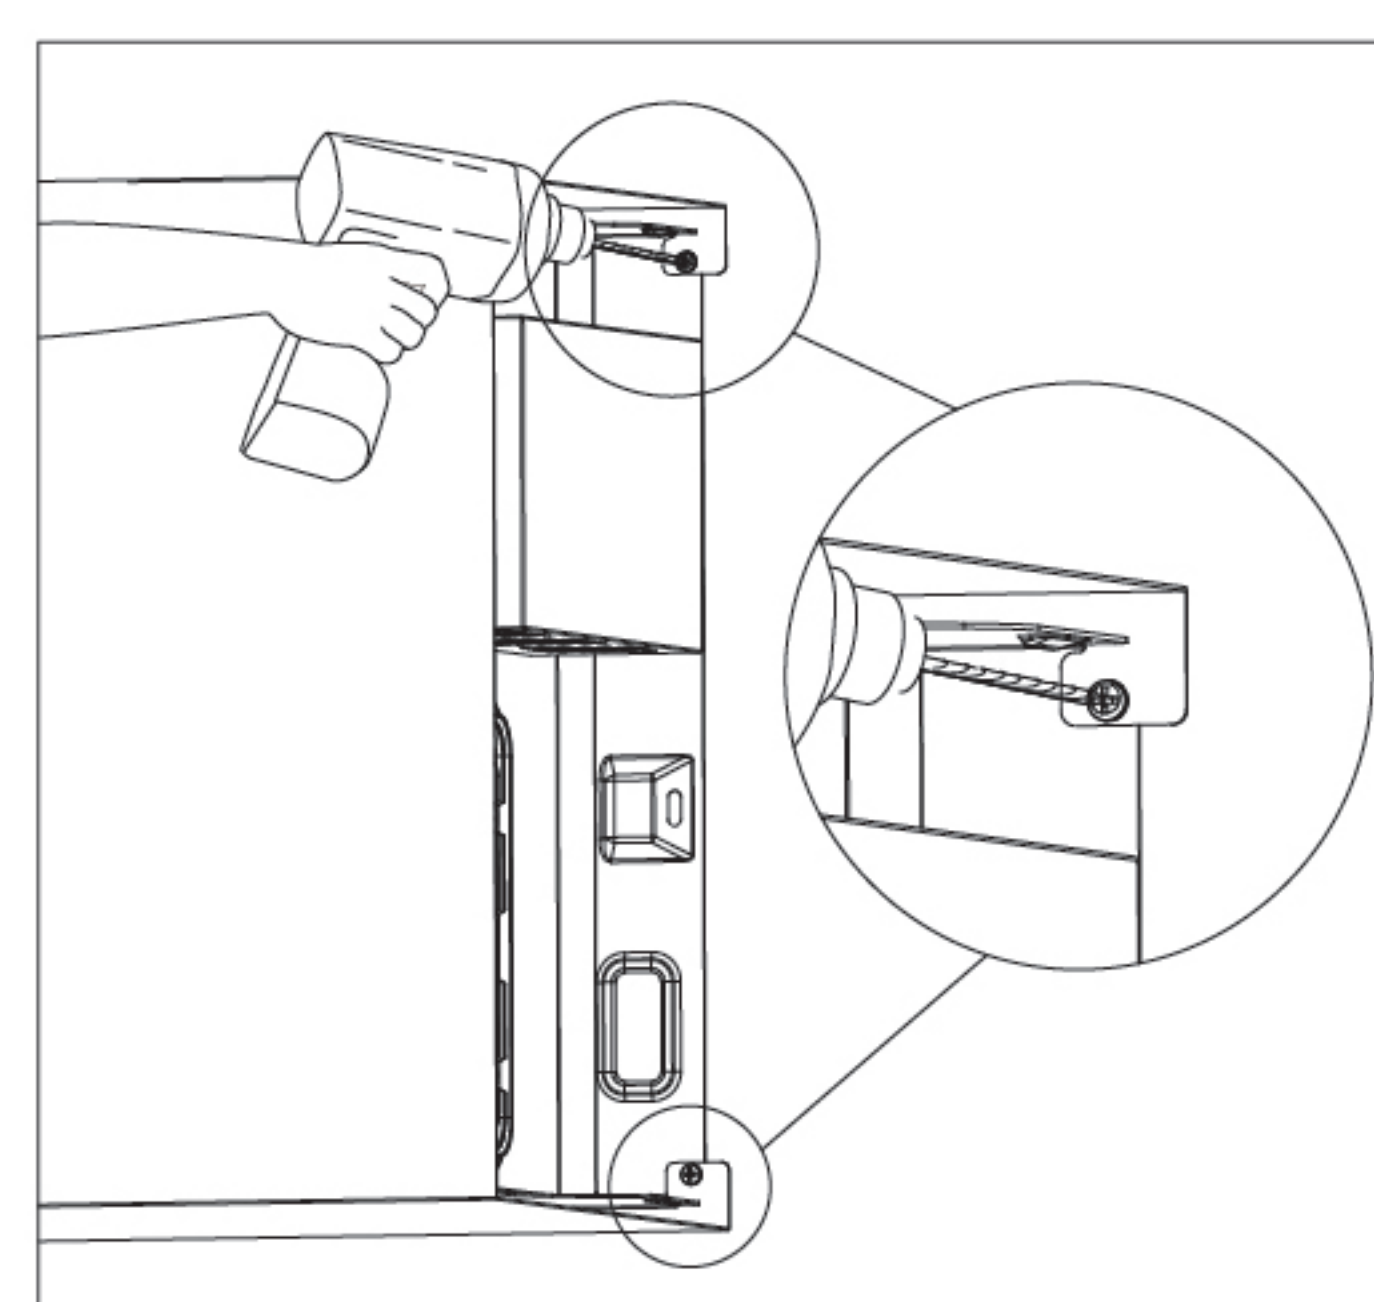
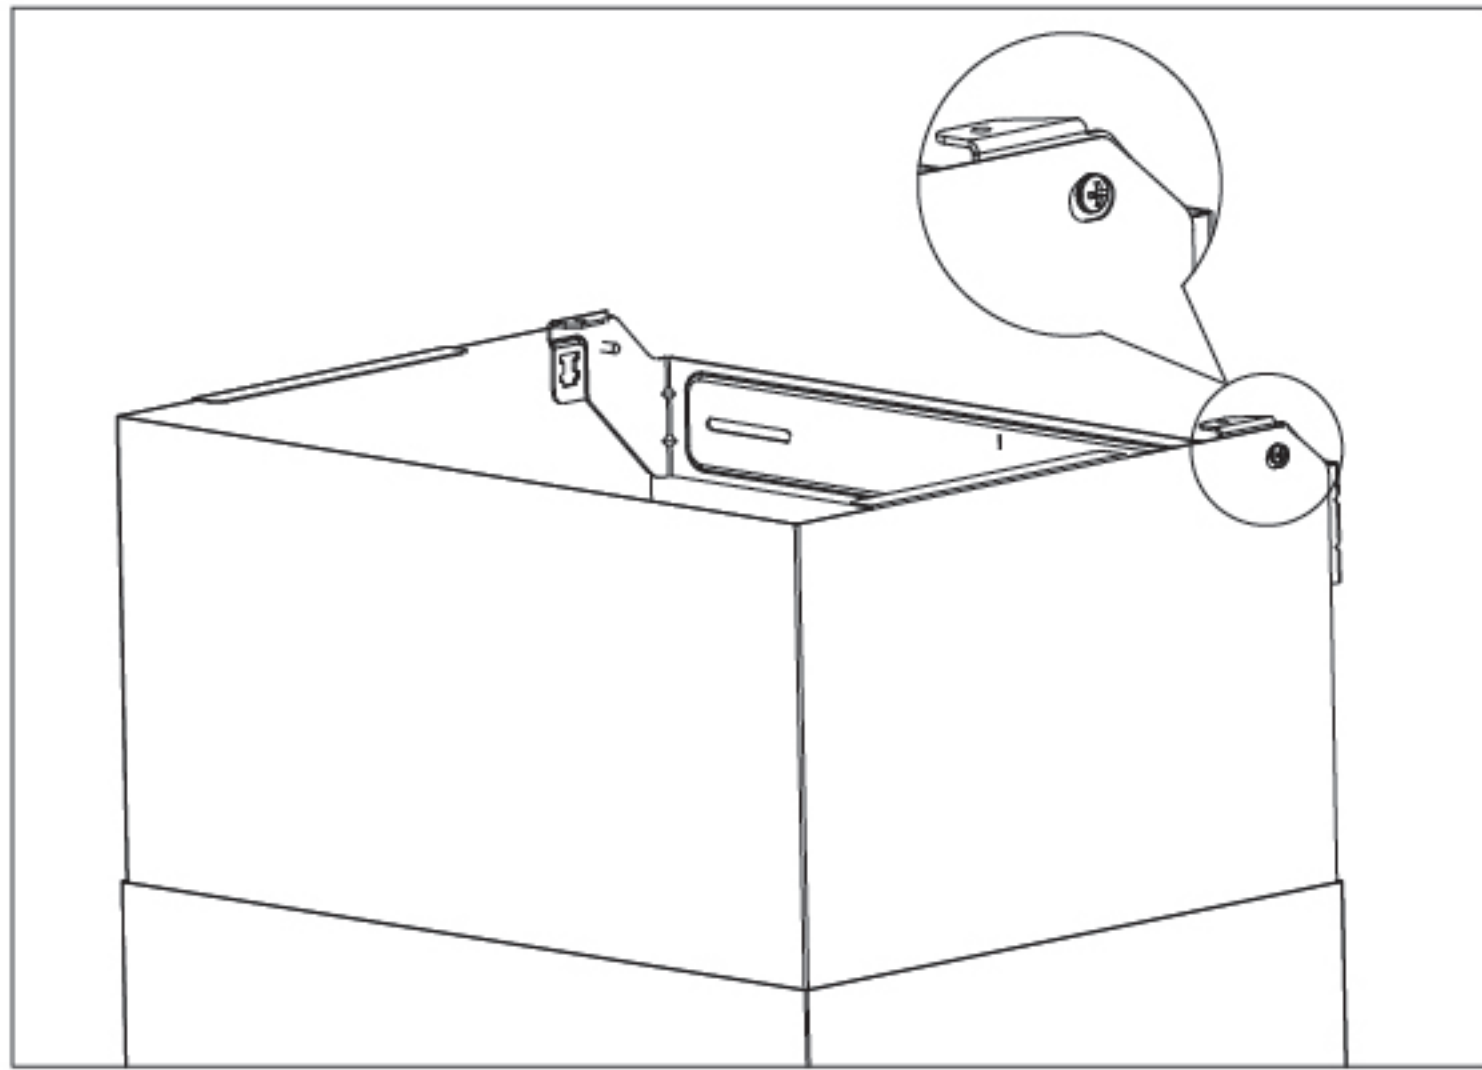

图13
图 21
4. 取出风机组件；用十字螺丝刀拆下风机外罩（风机架顶部两端）上的两颗紧固螺钉；取出风机外罩和装饰罩（如图13）。
- 4) 用2颗M4×6螺钉将风机外罩与风机架固定在一起（如图13所示）；将装饰罩提起并挂在装饰罩挂钩上；拧紧装饰罩挂钩两侧银色的M4*8自攻螺钉（如图21所示）。